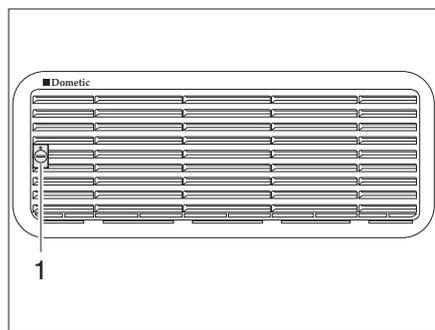
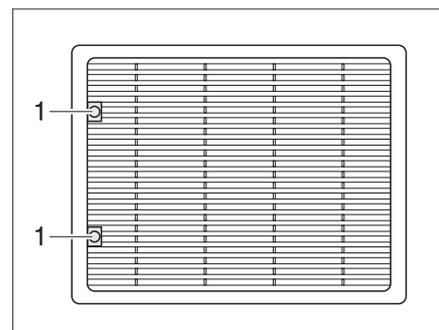

Bild 129 Kühlschrank-Lüftungsgitter (Dometic klein)
Bild 130 Kühlschrank-Lüftungsgitter (Dometic groß)
- Schraube (Bild 129,1 bzw. Bild 130,1) mit Hilfe einer Münze eine viertel Umdrehung drehen.